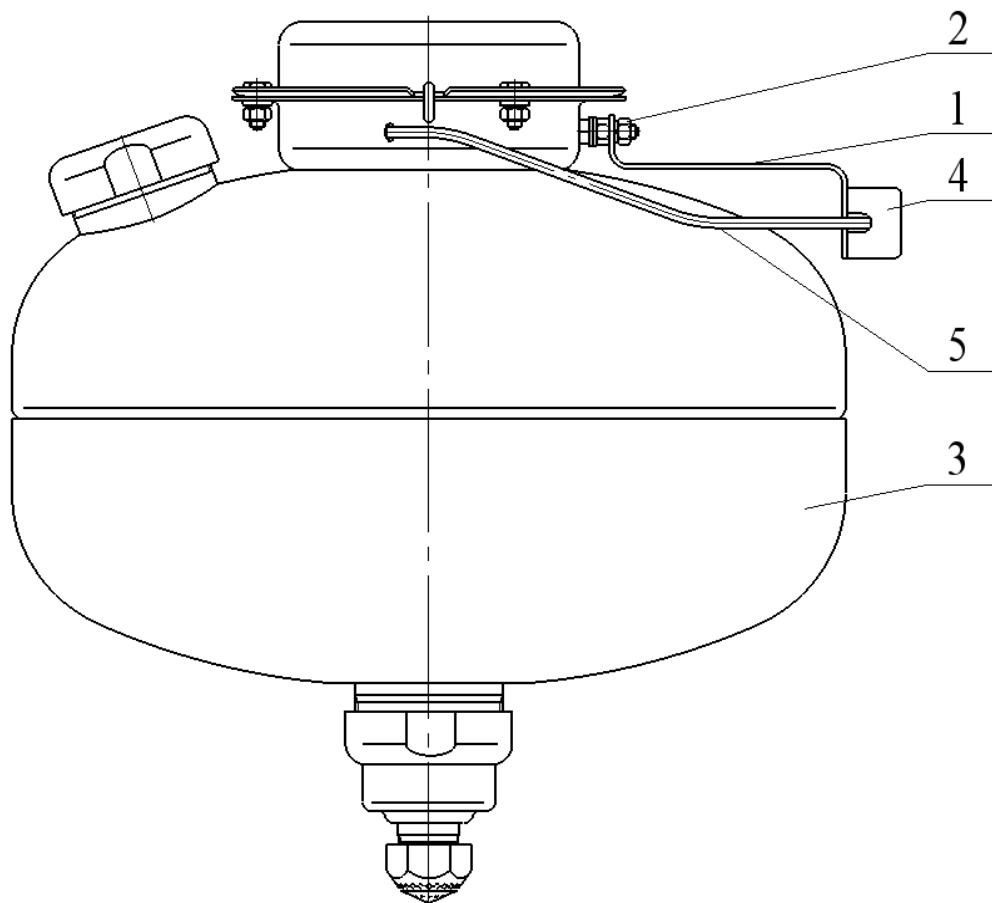

Рисунок 2
е) коробка монтажная огнестойкая КМ-О (см. рисунок 2) ТУ 3449-005-70631050-2009 с комплектом деталей для монтажа – 1 шт.;
4.1.2 Для удобства монтажа по заявке Потребителя МУПТВ может быть дополнительно укомплектован коробкой монтажной огнестойкой КМ-О с комплектом деталей для ее монтажа на корпусе модуля (см. рисунок 2). В данном случае на кронштейне **1**, закрепленном гайкой **2** на фланце МУПТВ **3**, установлена коробка монтажная **4**. Выводы элемента электропускового **5** ИХГ, вставленные в трубку ПВХ, соединены с коробкой монтажной **4**. Соединение МУПТВ с пусковой цепью производится согласно утвержденному проекту.